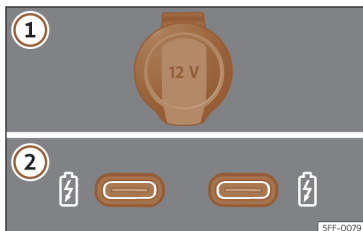

Fig. 169 Tomadas de corrente de 12 Volts do veículo
>>> Fig. 169
Em função do equipamento e do país, o veículo pode dispor também de conectores USB com função **exclusivamente de carga ou tomada de corrente** >>> Fig. 169 ②.